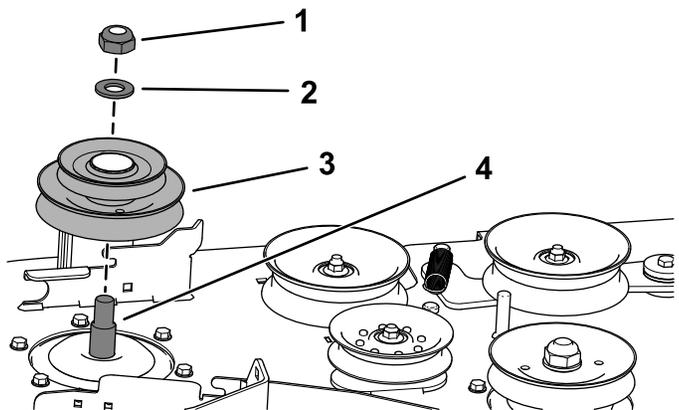

Figura 28
- A. Utilice la contratuerca (¾") y la arandela para sujetar la nueva polea doble en el eje de cuchilla derecho (Figura 28).